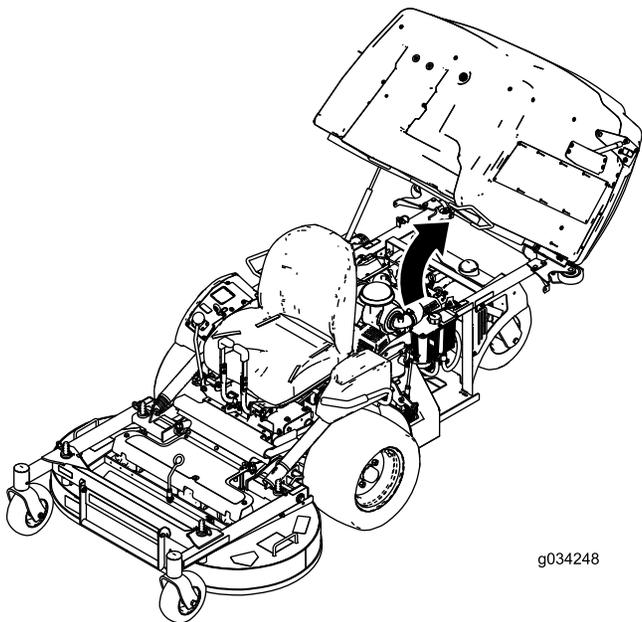

Рисунок 30
2. Поднимите бункер (Рисунок 30).